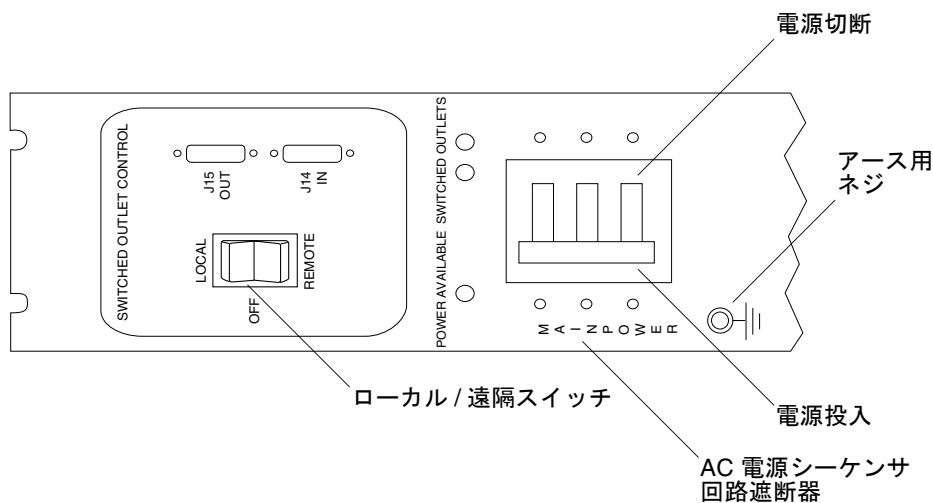

図 B-5 AC 電源シーケンサの制御パネル
1. 各 AC 電源シーケンサの回路遮断器がオフの位置になっていて、各電源シーケンサのローカル/オフ/遠隔スイッチがローカルの位置になっていることを確認します (図 B-5)。